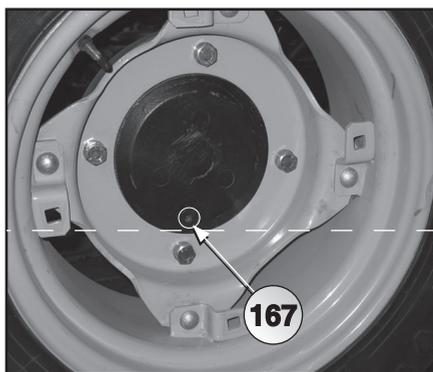
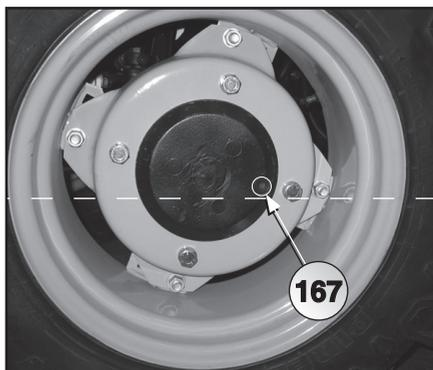

Fig. 6.31
Fig. 6.32
- posizionare il trattore in modo tale che il tappo (167 Fig.6.31) venga a trovarsi nella parte più bassa del trattore stesso;
- rimuovere il tappo (167) e lasciare defluire tutto l'olio presente nel riduttore;
- posizionare il trattore in modo tale che il tappo (167 Fig.6.32) venga a trovarsi sulla mezzeria orizzontale del trattore stesso;
- rifornire il carter con olio del tipo **BCS POWERLUBE W13T** (0,8 lt trattore versione RS-MT) fino a sfiorare il bordo del tappo (167);
- reinstallare quindi lo stesso tappo (167).